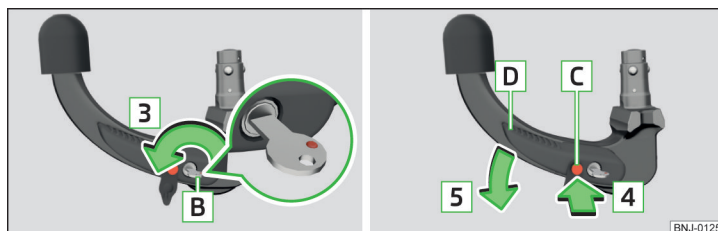

Abb. 143 Schloss entriegeln / Auslösebolzen hineindrücken und Bedienungshebel drücken
- Den Schlüssel **B** in Pfeilrichtung **3** drehen, sodass dessen rote Markierung nach oben zeigt » Abb. 143.